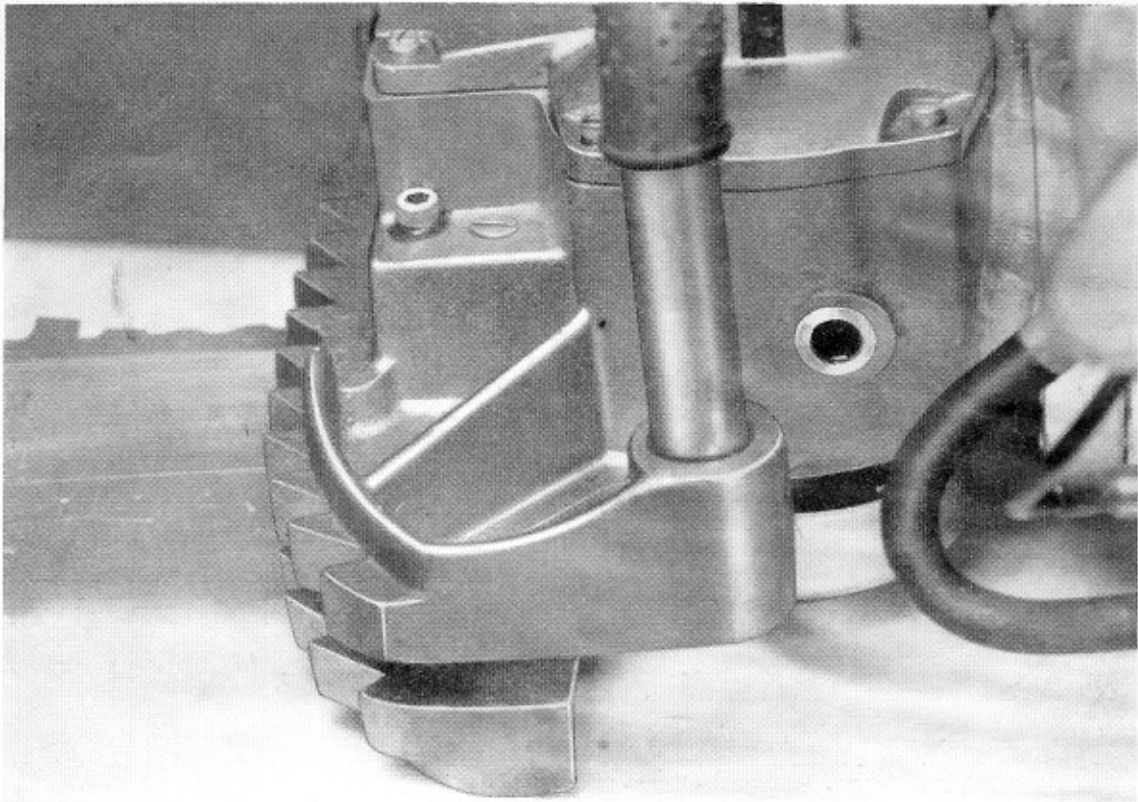

Bild 1
**VÄXELLÅDAN** skall innehålla c:a 1 dl god transmissionsolja med viskositetsbeteckningen SAE 90, exempelvis Mobilube C 90. Vid sträng kyla kan en tunnare olja användas för lättare start, exempelvis Mobilube C 80. Påfyllningshälet är placerat i botten av växellådan och försett med en sexkantplugg. Oljemängden kontrolleras genom att växellådan vrids till fälläge, varvid oljan skall nå upp till kanten på hälet. Bild 1. Kontrollera oljenivån varje vecka, och då helst när oljan är varm. Oljan skall bytas efter de första 14 dagarna, samt därefter en gång i månaden.